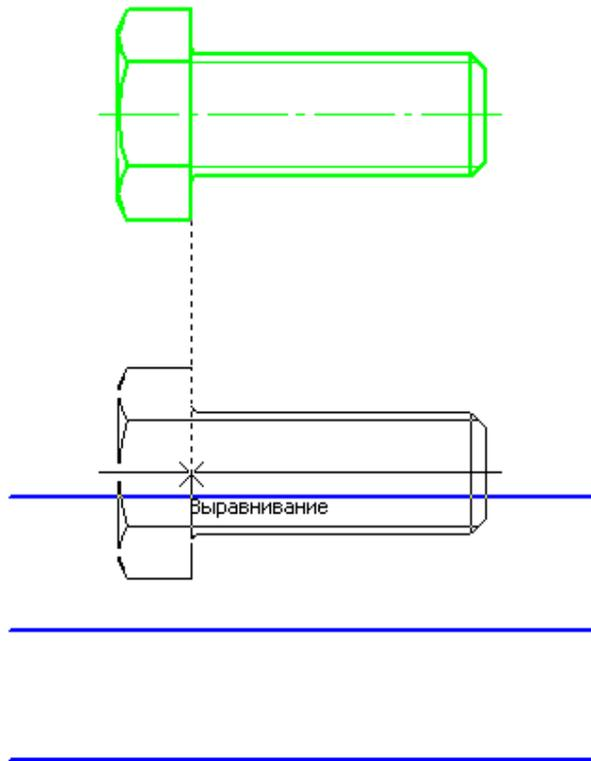

Рисунок 37. Перемещение (сдвиг) объекта.
3. После этого вы можете перемещать выбранный объект в пределах документа. Чтобы зафиксировать объект в новом месте, просто щелкните на нем кнопкой мыши. Система удалит фантом и разместит изображение на чертеже, совместив указанную базовую точку с точкой, на которой вы щелкнули на чертеже. В нашем примере достаточно опустить болт по вертикали вниз до пересечения с первым отрезком (рис. 37).